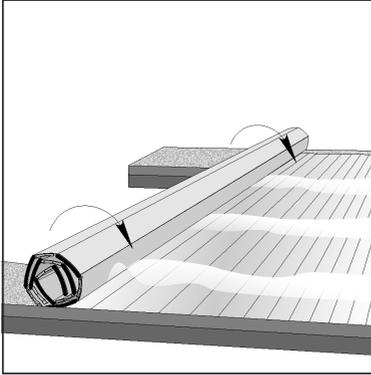

Abb. 01
- a) Verpackung des Rollladenpanzers (Abb. 01, 02);